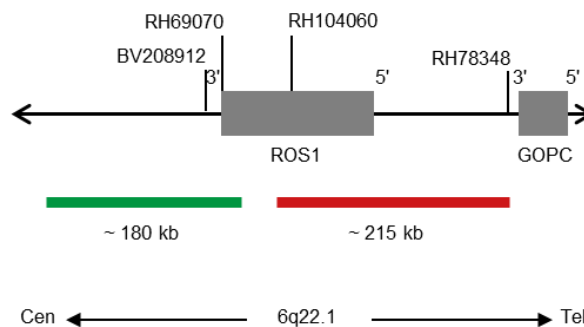

Abb. 1: SPEC ROS1 Sondenlokalisierung (nicht maßstabsgetreu)
- Digoxigenin-markierten Polynukleotiden (~0,50 ng/μl), die gegen Sequenzen in 6q22.1\* (chr6:117,448,964-117,627,255) gerichtet sind, welche proximal zur ROS1-Bruchpunktregion lokalisiert sind (siehe Abb. 1).
- Dinitrophenyl-markierten Polynukleotiden (~0,75 ng/μl), die gegen Sequenzen in 6q22.1\* (chr6:117,659,135-117,871,701) gerichtet sind, welche distal zur ROS1-Bruchpunktregion lokalisiert sind (siehe Abb. 1).